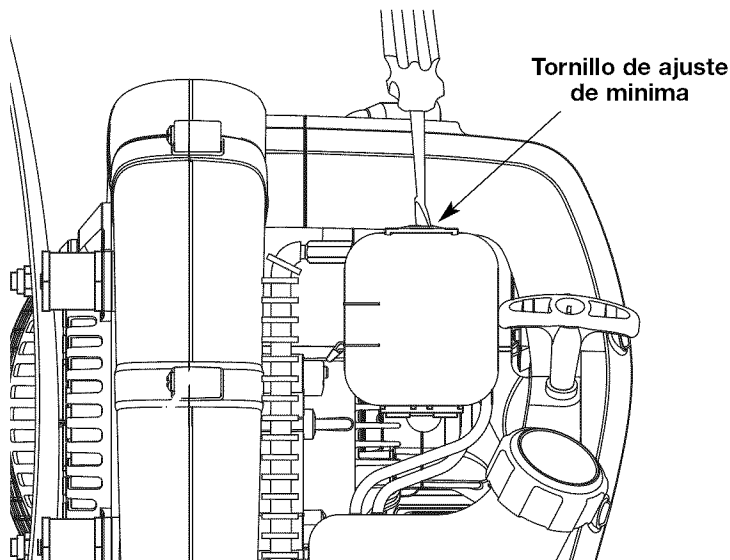

Fig. 24
La velocidad mínima del motor puede ser ajustada. Puede tener acceso al tornillo de ajuste de mínima a través de un orificio en la parte superior de la cubierta del motor (Fig. 24).
2. Suelte el traba del gatillo y deje que el motor funcione en mínima. Si el motor se para, inserte un destornillador Phillips pequeño en el orificio de la cubierta del motor (Fig. 24).